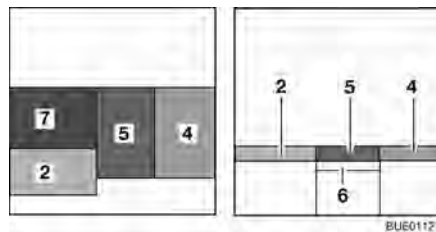

Fig. 113 Después de la transformación
- Extraer la prolongación del armazón de cama (Fig. 113,6).
- Colocar el cojín del asiento (Fig. 113,5) en el centro.
- Colocar el cojín del respaldo (Fig. 113,4) entre el cojín del asiento y la pared.